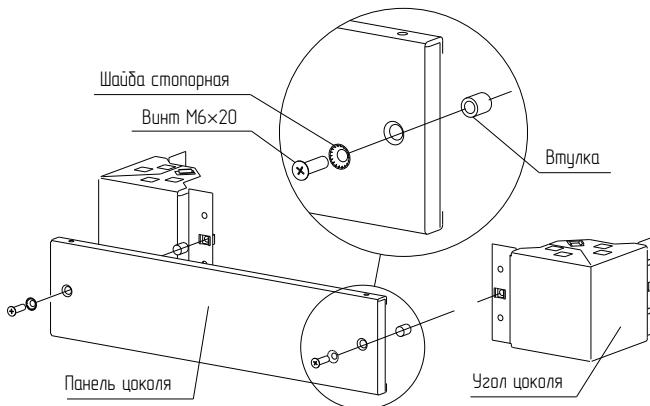

Рисунок 6
4.3.3 Вставьте в панель цоколя два винта M6×20 со стопорной шайбой и втулкой на каждом винте (Рисунок 6) и закрепите панель цоколя на углах цоколя.